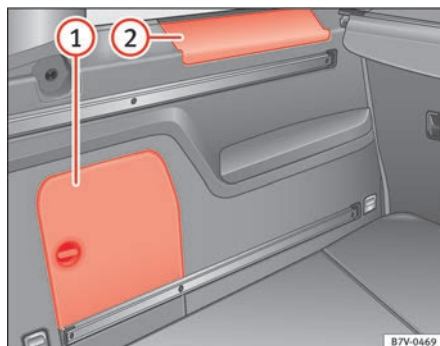

Fig. 113 No porta-bagagens: compartimento porta-objetos lateral.
Na lateral do porta-bagagens encontram-se outros compartimentos ⇒ Fig. 113 ① e ②. Para abrir o compartimento ①, rode o fecho no sentido dos ponteiros do relógio. Para abrir o compartimento ②, levante a cobertura.